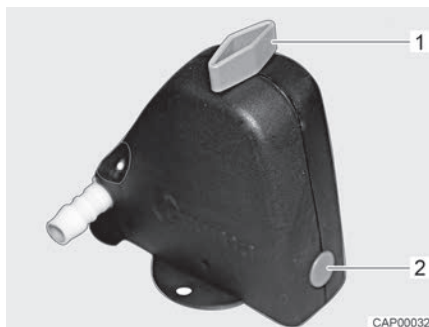
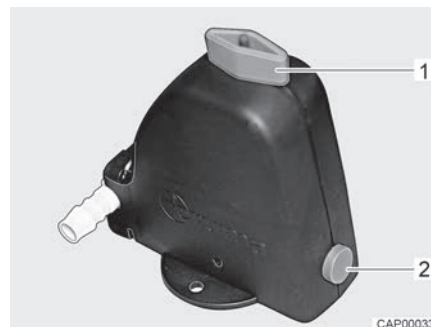

Fig. 114 Valve de sécurité et de vidange fermée
Fig. 115 Valve de sécurité et de vidange ouverte
- Ouvrir la valve de sécurité et de vidange (Fig. 114). Tourner le bouton rotatif (Fig. 114,1) dans le sens longitudinal par rapport à la valve de sécurité et de vidange. Le bouton-poussoir (Fig. 114,2) ressort. La valve de sécurité et de vidange ouverte est représentée à la Fig. 115.